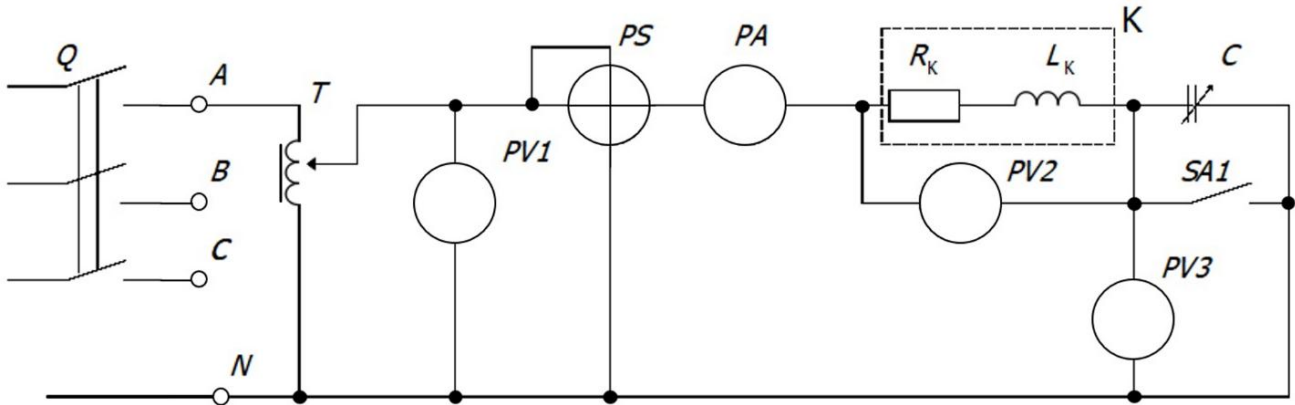

Рисунок 1. Схема экспериментальной установки
4.2. Собрать электрическую схему (рисунок 1) и дать её проверить лаборанту. При этом выключатели должны находиться в выключенном состоянии (нижнее положение), а регулятор автотрансформатора  $T$  в положении до упора против часовой стрелки.